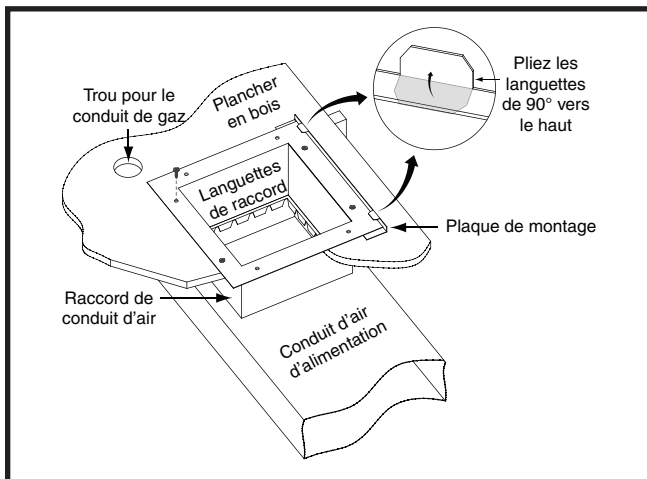

Figure 8. Raccord de conduit standard installé
2. Marquez l'emplacement de l'ouverture du conduit d'alimentation en air en tirant un trait autour des languettes du raccord de conduit. Consultez la Figure 8 \(page 7\).
5. Installez la plaque de montage sous la surface arrière du raccord de conduit tel qu'illustré à la Figure 8. Alignez les trous pour vis dans les deux composantes.